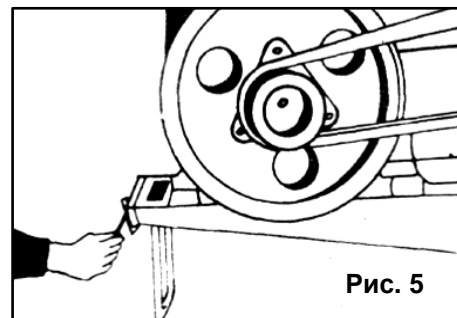

Рис. 5
- Отрегулируйте болт натяжки ремня, расположенный в передней части шасси при помощи гаечного ключа. Вращение болта смещает положение вала двигателя, таким образом, установите двигатель в правильное положение натяжения ремня, после чего затяните болты и гайки (См. Рис.5).